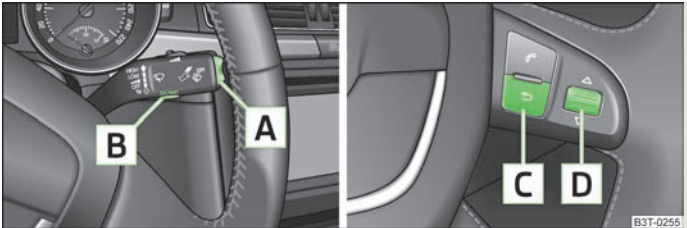

Abb. 7 Multifunktionsanzeige: Bedienelemente am Scheibenwischerhebel / Bedienelemente am Multifunktionslenkrad
Das Umschalten des Speichers erfolgt mithilfe der Taste **B** » Abb. 7 am Scheibenwischerhebel oder mithilfe des Einstellrads **D** » Abb. 7 am Multifunktionslenkrad.
Die Wipptaste » Abb. 7 und die Taste befinden sich am Scheibenwischerhebel. Das Umschalten und Zurücksetzen am Multifunktionslenkrad erfolgt mit dem Einstellrad » Abb. 7.
Sinkt die Außentemperatur unter +4 °C, erscheint vor der Temperaturanzeige ein Schneeflockensymbol (Warnsignal für Glatteis) und es ertönt ein Warnsignal. Nach dem Drücken der Wipptaste am Scheibenwischerhebel » Abb. 7 bzw. der Taste am Multifunktionslenkrad » Abb. 7 wird die Funktion dargestellt, die zuletzt angezeigt wurde.
Im Display erscheint die Fahrzeit, die seit dem letzten Löschen des Speichers vergangen ist. Wenn man die Fahrzeit von einem bestimmten Zeitpunkt an messen möchte, dann muss zu diesem Zeitpunkt der Speicher durch Drücken der Taste am Scheibenwischerhebel » Abb. 7 oder des Einstellrads am Multifunktionslenkrad » Abb. 7 für länger als 1 Sekunde, auf null gesetzt werden.
Wenn man den durchschnittlichen Kraftstoffverbrauch für einen bestimmten Zeitabschnitt messen möchte, dann muss zu Beginn der Messung der Speicher mit der Taste **B** am Scheibenwischerhebel » Abb. 7 oder mit dem Einstellrad **D** am Multifunktionslenkrad » Abb. 7 auf null gesetzt werden. Nach dem Löschen erscheinen im Display auf den ersten 100 m der Fahrstrecke Striche.
Im Display erscheint die zurückgelegte Fahrstrecke, die seit dem letzten Löschen des Speichers » Seite 15 vergangen ist. Wenn man die zurückgelegte Fahrstrecke von einem bestimmten Zeitpunkt an messen möchte, dann muss zu diesem Zeitpunkt der Speicher durch Drücken der Taste **B** am Scheibenwischerhebel » Abb. 7 oder des Einstellrads **D** am Multifunktionslenkrad » Abb. 7 auf null gesetzt werden.
Im Display wird die Durchschnittsgeschwindigkeit in km/h seit dem letzten Löschen des Speichers angezeigt » Seite 15. Wenn man die Durchschnittsgeschwindigkeit für einen bestimmten Zeitabschnitt messen möchte, dann muss zu Beginn der Messung der Speicher mit der Taste **[B]** am Scheibenwischerhebel » Abb. 7 oder mit dem Einstellrad **[D]** am Multifunktionslenkrad » Abb. 7 auf null gesetzt werden.
- › Mit der Taste **[A]** am Scheibenwischerhebel » Abb. 7 oder mit dem Einstellrad **[D]** am Multifunktionslenkrad » Abb. 7 den Menüpunkt **Warnung bei Geschwindigkeitsüberschreitung** wählen.